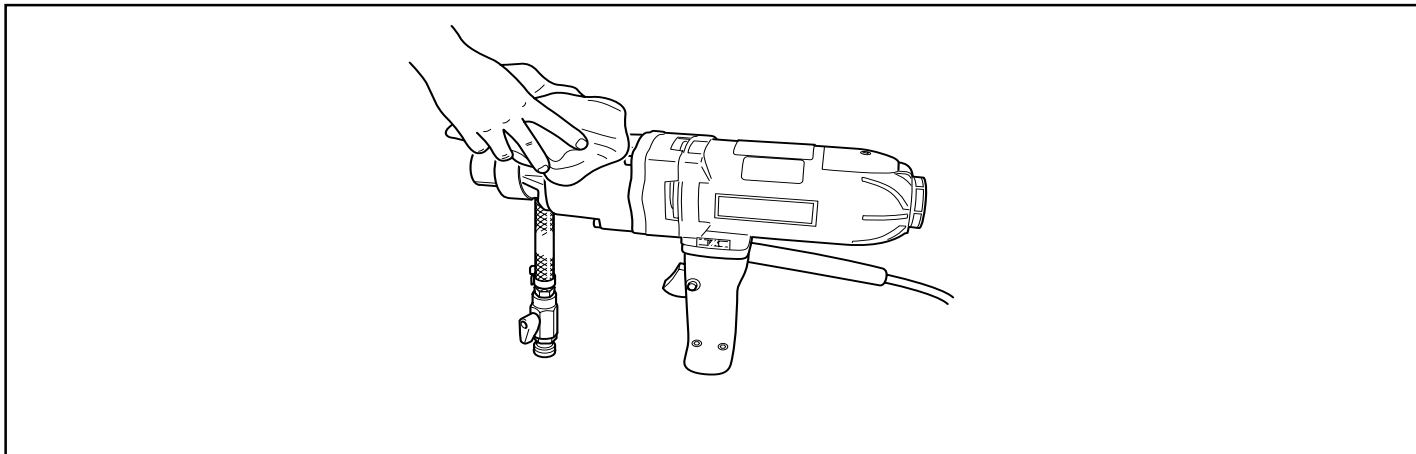

Fig. 9
- Keep the machine and drill bit clean in order for drilling to be carried out safely (Fig. 9).
- Das Gerät und den Bohrer sauber halten, um ein sicheres Bohren zu gewährleisten (Abb. 9).
- Nettoyer la machine et le trépan afin de garantir la sécurité pendant le perçage (fig. 9).